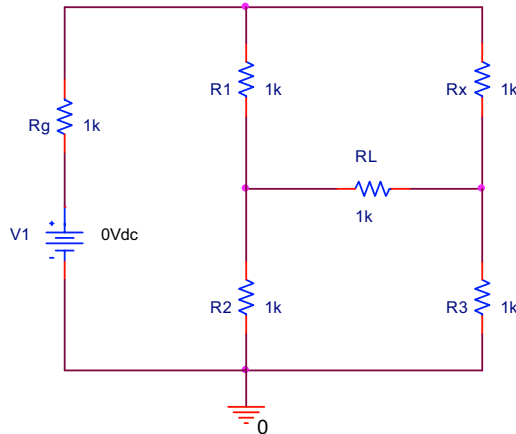

Figura 5. Puente de Wheatstone cableado
- 4 Cablear el circuito de la forma en que aparece en la figura 5. No olvidar conectar el terminal de referencia.
- 5 Colocar los rótulos de las resistencias y la fuente de tensión como se muestra en la figura 5.